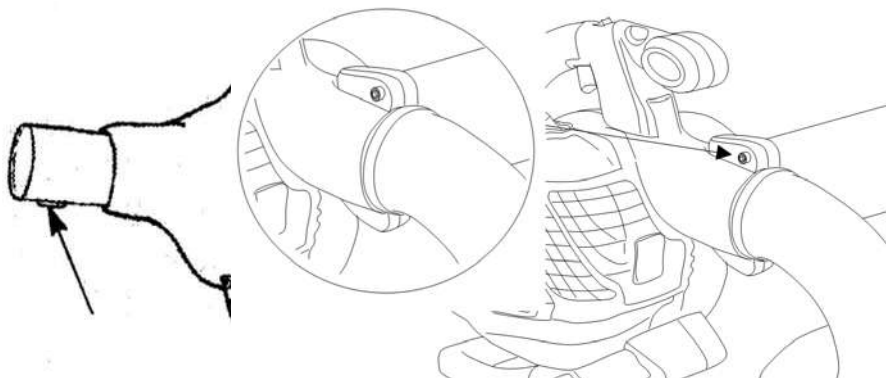

Fig.3-2
2. Utilisez un tournevis pour fixer le tube à l'appareil à l'aide de 1 vis tête en croix.(Fig.3-2)